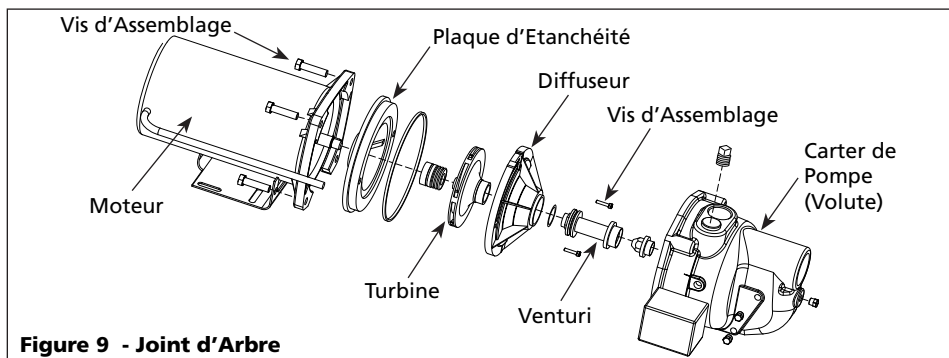

Figure 9 - Joint d'Arbre
2. Enlever les quatre vis d'assemblage du carter de la pompe (volute) (Figure 9).